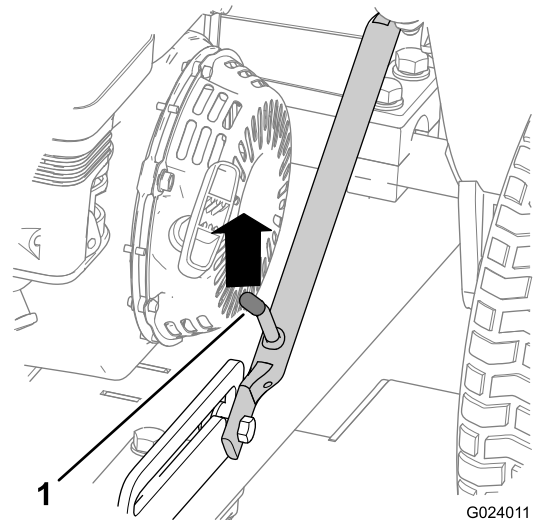

Figura 7
4. Empuje la barra de tracción hacia arriba hasta que la palanca de cierre se desenganche de la muesca de la guía (Figura 7).